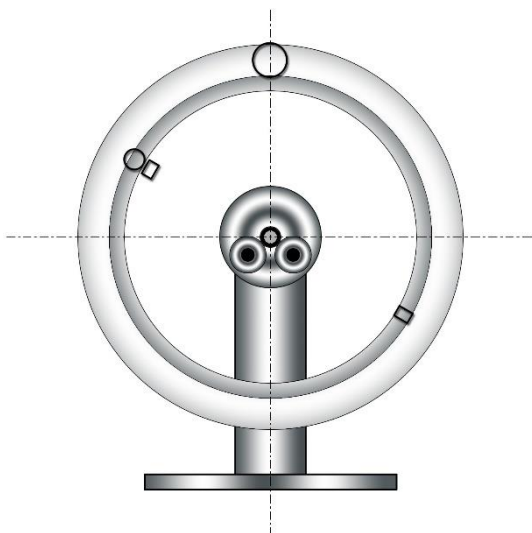

Figure 3 : Jante neutre position de repose pneu monté
6. Pratiquez le pneu sur la jante neutre et laissez-la basculer. L'endroit le plus léger est à nouveau en haut (voir Fig 3). Marquez cet endroit dans une couleur différente.